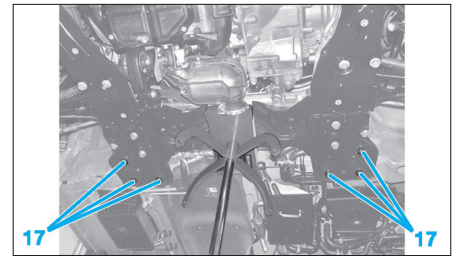

Fig. 19
- Déposer les vis de fixation du berceau (17) (Fig.19).